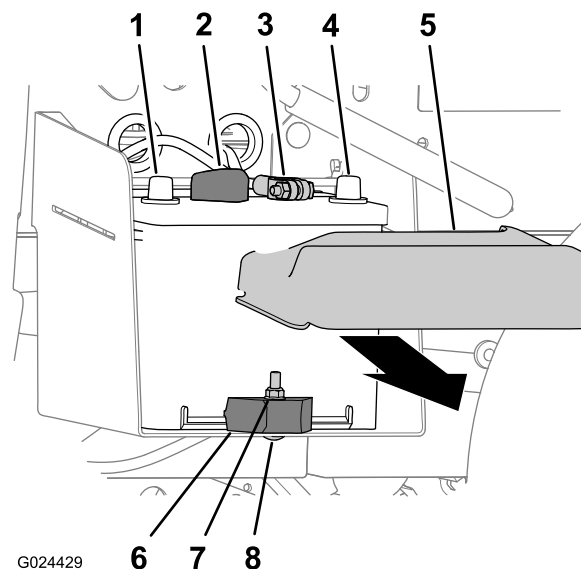

Figura 46
1. Apriete los lados de la tapa de la batería y retire la tapa de la parte superior de la batería (Figura 46).
2. Desconecte el cable negativo del borne de la batería (Figura 46).
3. Desconecte el cable positivo del borne de la batería (Figura 46).
2. Retire la contratuerca, el perno de cuello cuadrado y la abrazadera que sujetan la batería a la bandeja de la batería (Figura 46).
3. Retire la batería de su bandeja (Figura 46).
1. Alinee la batería con la bandeja de la batería de la máquina (Figura 46).
**Nota:** Asegúrese de que los bornes positivo y negativo de la batería están alineados como se muestra en la Figura 46.
2. Sujete la batería a la bandeja de la batería con la abrazadera, el perno de cuello cuadrado y la contratuerca (Figura 46).
1. Conecte el cable positivo al borne de la batería (Figura 46).
2. Conecte el cable negativo al borne de la batería (Figura 46).
3. Instale la tapa de la batería en la parte superior de la batería (Figura 46).